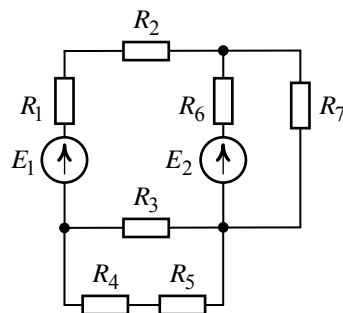

Рис. 5.1
Определить токи в ветвях цепи (рис. 5.1) методом узловых потенциалов, если $E_1 = 25 \text{ В}$, $E_2 = 10 \text{ В}$, $R_1 = 6 \text{ Ом}$, $R_2 = 4 \text{ Ом}$, $R_3 = 10 \text{ Ом}$, $R_4 = 3 \text{ Ом}$, $R_5 = 7 \text{ Ом}$, $R_6 = 5 \text{ Ом}$, $R_7 = 2 \text{ Ом}$.
1. Схема (рис. 5.1) содержит пять ветвей ($m_b = 5$), три узла ($n_y = 3$).